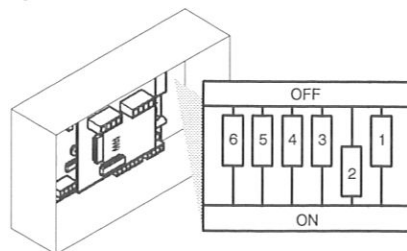

fig. 6.2
- 7 Posizionare il micro selettore "2" (fig. 6.2) in OFF per il gas Butano e Propano, in ON per il gas Metano.